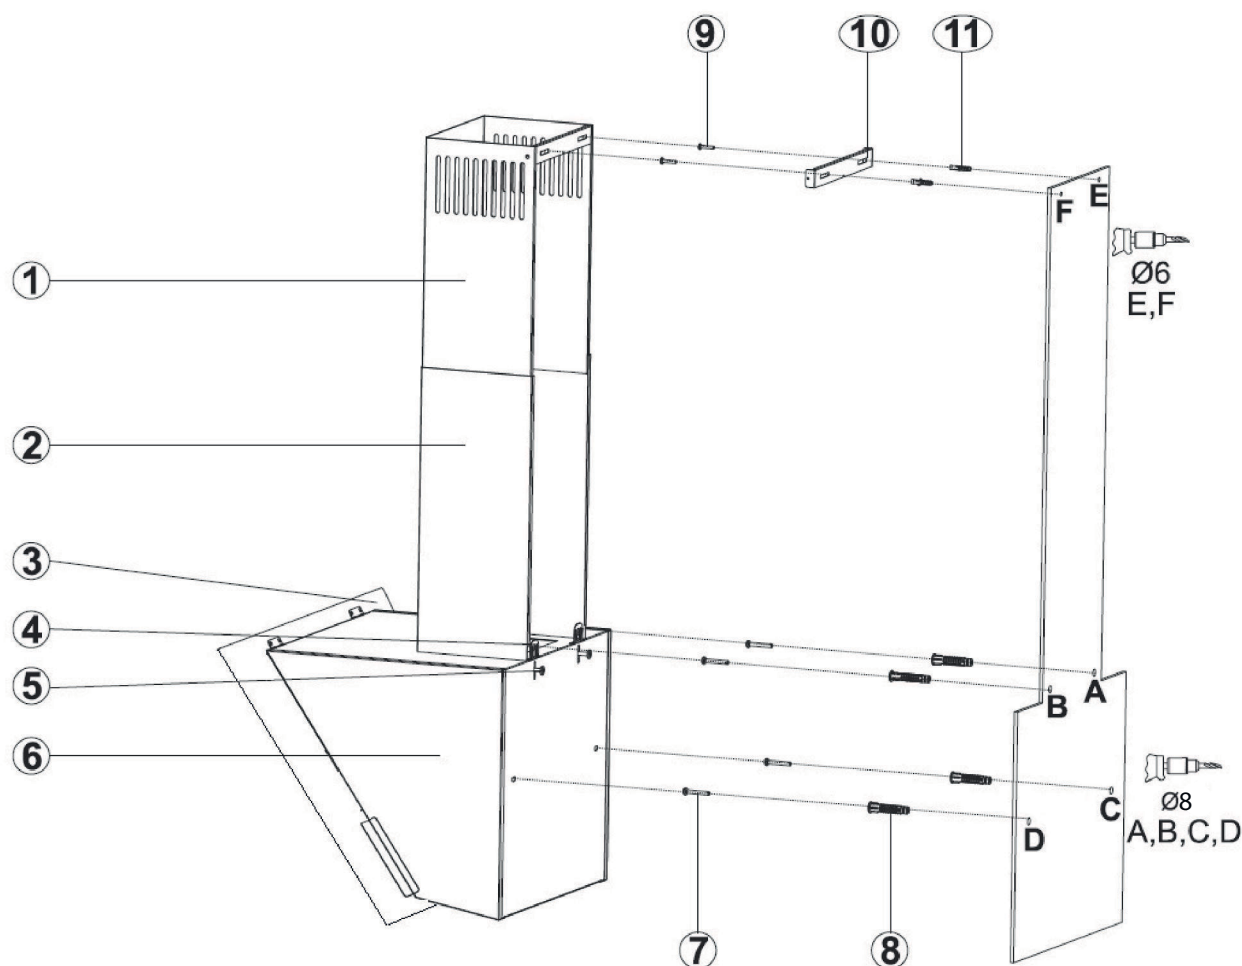

Fig. 9
1. ➤ Lossa skruvarna (5) till upphängningsbeslagen (4) och dra upp upphängningsbeslagen (4). Skruva därefter åt skruvarna för att fästa upphängningsbeslaget (Fig. 9).
2. ➤ Montera fläkten med hjälp av monteringsritningen. Håll monteringsritningen mot väggen vid den rekommenderade installationshöjden. Borra hål i punkterna A, B, C & D (Fig. 9).
3. ➤ Placera Ø10mm pluggar (8) i de borrade hålen vid A-, B-, C- och D, och skruva i skruvarna till A + B med 5mm mellanrum mellan skruvhuvudet och väggen (Fig. 9).
1. ➤ Håll väggbeslaget för skorstenen (10) mot väggen där den ska placeras. Markeras vid punkterna E & F (Fig. 9).